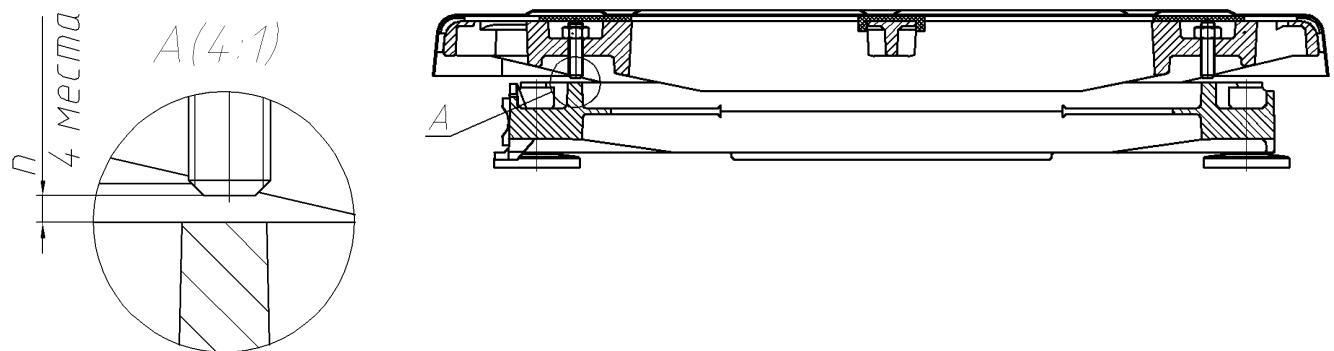
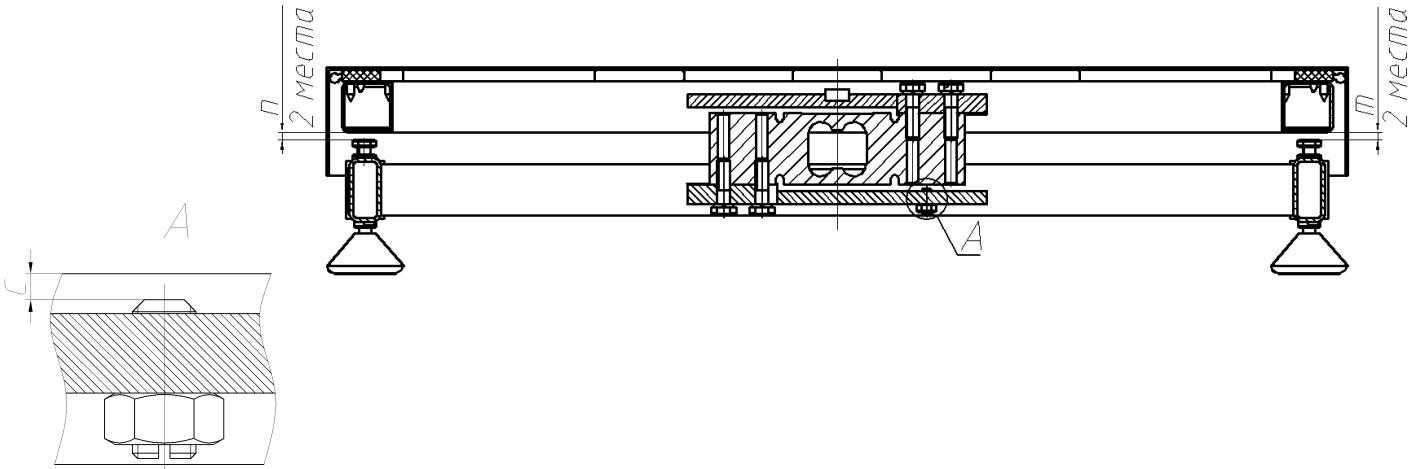

Рис. 9.2 - Модуль TB-S_
Рис. 9.3 - Модуль ТВ-М
9.4.1 В модуле TB-S_ защита датчика DLC-S_ от перегрузки обеспечивается величиной зазоров между упорными винтами (4шт.) в углах корпуса и основания модуля (Рис. 9.2). При возникновении перегрузок упорные винты касаются основания, не позволяя деформироваться датчику выше допустимых пределов. Винты фиксируются гайками.
9.4.2 В модуле TB-M_ защита датчика DLC-M_ выполнена аналогичным способом с помощью упорных болтов в углах корпуса (4шт.) и винтом под датчиком DLC_M (1шт.) (Рис. 9.3). Болты и винт фиксируются гайками.
9.4.5 Поворачивая упорный винт установить величину зазоров в соответствии с требованием Рис. 9.2, Табл. 9.3, Рис. 9.3, Табл. 9.4.